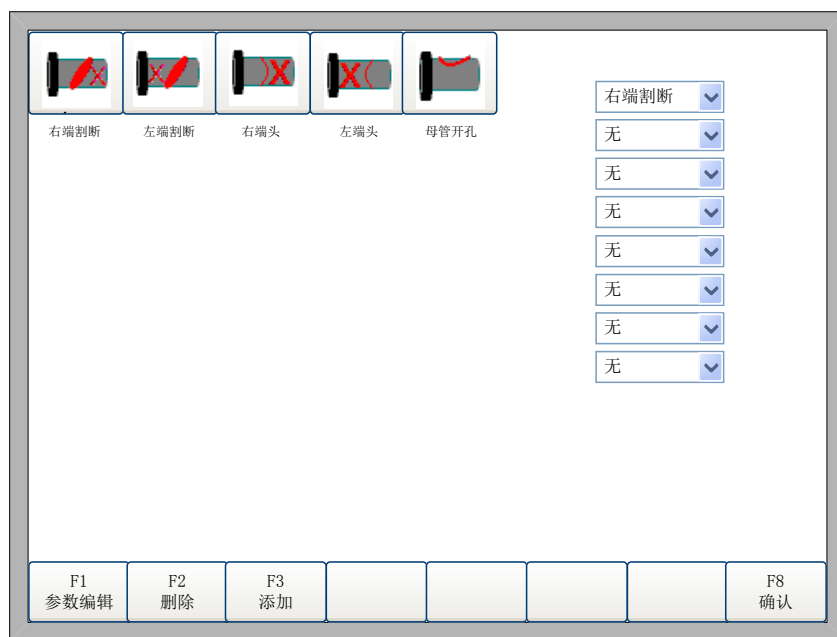

图 8.1 图库界面
主界面下，按【F1】进入圆管图库界面，如图 8.1 所示。
在图 8.1 所示的图库界面中，可以选择要切割的端头类型且可以随意组合图形。在左边的下拉框中按顺序选择要切割的端头类型。通过【↑】、【↓】选择对应的下拉框，然后点击【Enter】或者【F2】按钮，打开下拉框，然后选择需要的端头类型。选择的每一个端头，必须要设置参数。未设置参数的端头，为红色。
在图 8.1 界面下，通过【↑】、【↓】选定要设置参数的端头，然后按下【F1】，则弹出相应的参数编辑界面。
- 管直径 1：所切割管子的外直径，示意图上的 1，该参数只能在图 8.1 中第一个下拉框所选的端头类型中设置。单位：mm
- 管壁厚 2：所切割管子的壁厚，示意图上的 2，该参数只能在图 8.1 中的第一个下拉框所选的端头类型中设置。单位：mm
- 支管直径 1：所切割管子的外直径，示意图上的 1，该参数只能在图 8.1 中第一个下拉框所选的端头类型中设置。单位：mm
- 支管壁厚 2：所切割管子的壁厚，示意图上的 2，该参数只能在图 8.1 中的第一个下拉框所选的端头类型中设置。单位：mm
- 母管直径 3：所切割管子的外直径，示意图上的 3，该参数只能在图 8.1 中第一个下拉框所选的端头类型中设置。单位：mm
- 母管壁厚 6：所切割管子的壁厚，示意图上的 6，该参数只能在图 8.1 中的第一个下拉框所选的端头类型中设置。单位：mm